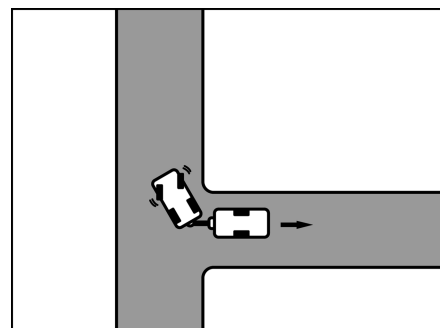

Bild 12 Rechts einschlagen
- Nach rechts einschlagen und vorsichtig rückwärts fahren (Bild 12).